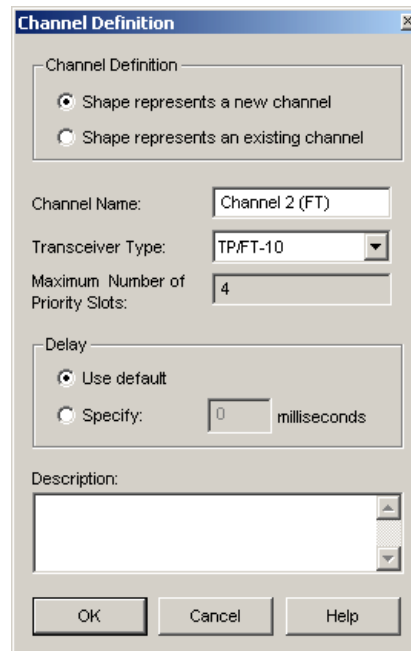

Abbildung 9: Dialog zum Definieren eines Kanals
2. Für jeden Port des L-Switch erscheint nun ein Dialog zum Definieren des angeschlossenen Kanals (siehe Abbildung 9). Wahlweise kann ein bereits bestehender Kanal aus einer Liste der Kanäle mit passendem Transceiver-Typ ausgewählt werden oder ein neuer Kanal angelegt werden.